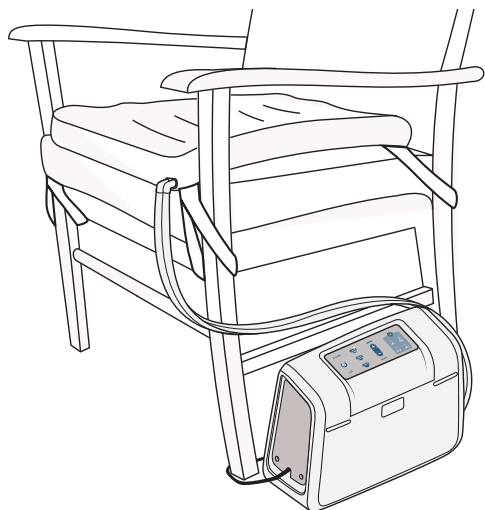

Figura 43
- el set de tubos esté colocado a lo largo del lateral de la silla (consulte la figura 43).